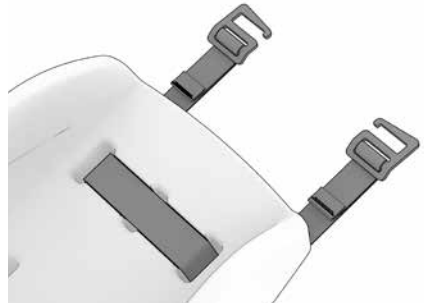

Abb. 13
Die Verbindungsgurte (9) in die Babyschale einfädeln, die Enden anschließend mit einem linken und einem rechten G-Hook (5) und (6) versehen (Abb. 13).